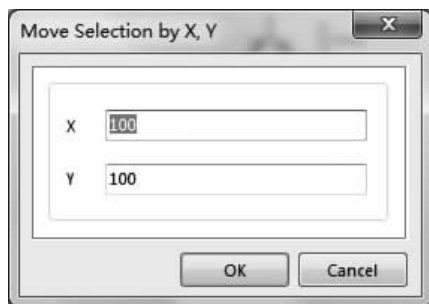

图 2-40 “Move Selection by X, Y”对话框
- “Move Selection by X, Y…”命令:选取需要移动的元件,执行“Edit”→“Move”→“Move Selection by X, Y…”命令,弹出如图 2-40 所示的“Move Selection by X, Y”对话框,在“X”和“Y”文本框中输入元件移动的距离。